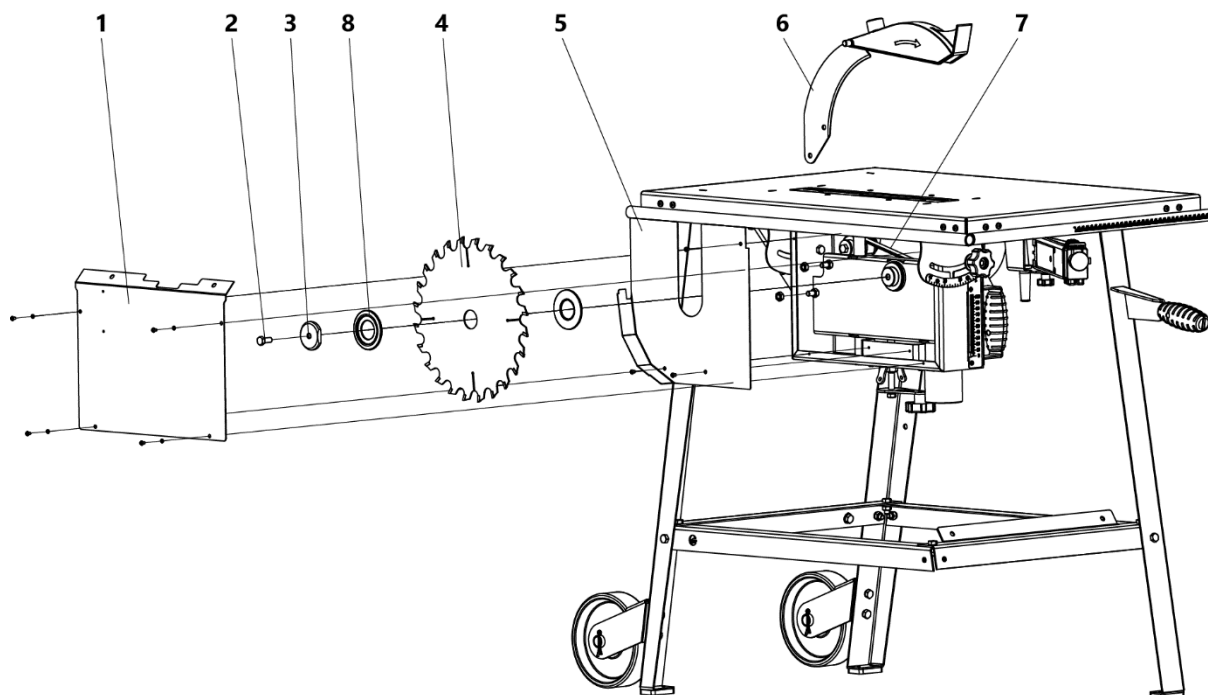

Рисунок 10. Установка приводного ремня
- снять нижний защитный кожух пилы 1 (рис. 10);
- снять ремень 7 (рис. 10);